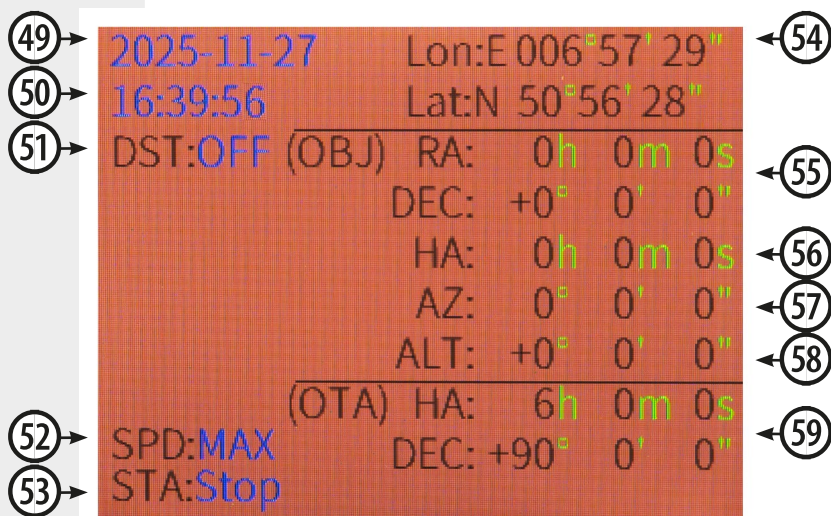

Fig. 22: Indicación de pantalla del mando de control
11.2. INDICACIÓN DE LA PANTALLA (FIG. 22)
- (49) Fecha
- (50) Hora
- (51) Horario de verano activado/desactivado
- (52) Velocidad de seguimiento
- (53) Seguimiento activado/desactivado
- (54) Coordenadas de ubicación
- (55) Coordenadas del objeto
- (56) Ángulo horario
- (57) Coordenadas de azimut
- (58) Coordenadas de altitud